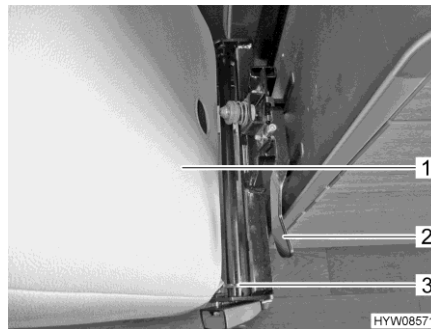

Fig. 10 Sbloccaggio dello schienale
- Premere la leva (Fig. 10,2) in avanti.
- Inclinare lo schienale (Fig. 10,1) in avanti.
- Sfilare lo schienale dai bloccaggi (Fig. 10,3) tirandolo verso l'alto.